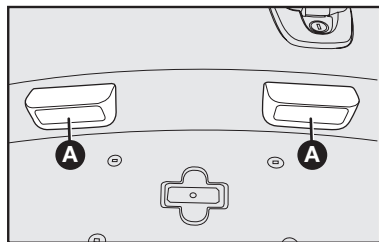

fig. 19
LUZ DE PATENTE - fig. 19
- 1) Sacar la lente con la lámpara quemada **A-fig. 19**, empujándola con suavidad hacia la derecha y desencajarla con cuidado de su alojamiento.